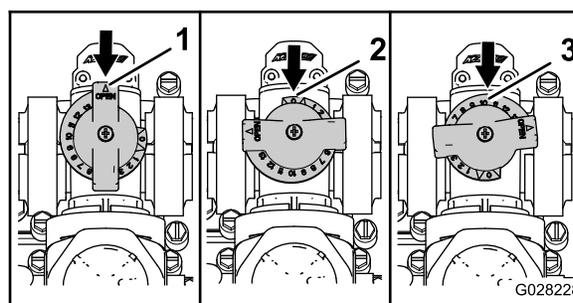

Bild 108
- Das Rührwerksicherheitsventil ist in der ganz GEÖFFNETEN Stellung, wie in Bild 108 abgebildet.
- Das Rührwerksicherheitsventil ist in der GESCHLOSSENEN (0) Stellung, wie in Bild 108 abgebildet.
- Das Rührwerksicherheitsventil ist in einer MITTLEREN Stellung (relativ zum Druckmanometer für das Sprühsystem eingestellt), wie in Bild 108 abgebildet.